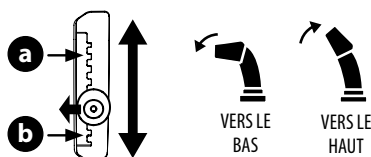

Figure 57
Déplacez le levier vers l'avant ou l'arrière pour faire pivoter la goulotte supérieure vers le bas ou vers le haut. Voir (Figure 57).
- **Pour réduire la distance d'éjection de la neige :** Déplacez le levier vers l'avant pour faire pivoter la goulotte supérieure vers le bas. Voir (Figure 57).
- **Pour augmenter la distance d'éjection de la neige :** Déplacez le levier vers l'arrière pour faire pivoter la goulotte supérieure vers le haut. Voir (Figure 57).
- **Pour réduire la distance d'éjection de la neige :** Désengagez le levier de la position de réglage actuelle. Déplacez le levier vers l'avant pour faire pivoter la goulotte supérieure vers le bas à la position de réglage désirée (a). Voir (Figure 57).
- **Pour augmenter la distance d'éjection de la neige :** Désengagez le levier de la position de réglage actuelle. Déplacez le levier vers l'arrière pour faire pivoter la goulotte supérieure vers le haut à la position de réglage désirée (b). Voir (Figure 57).